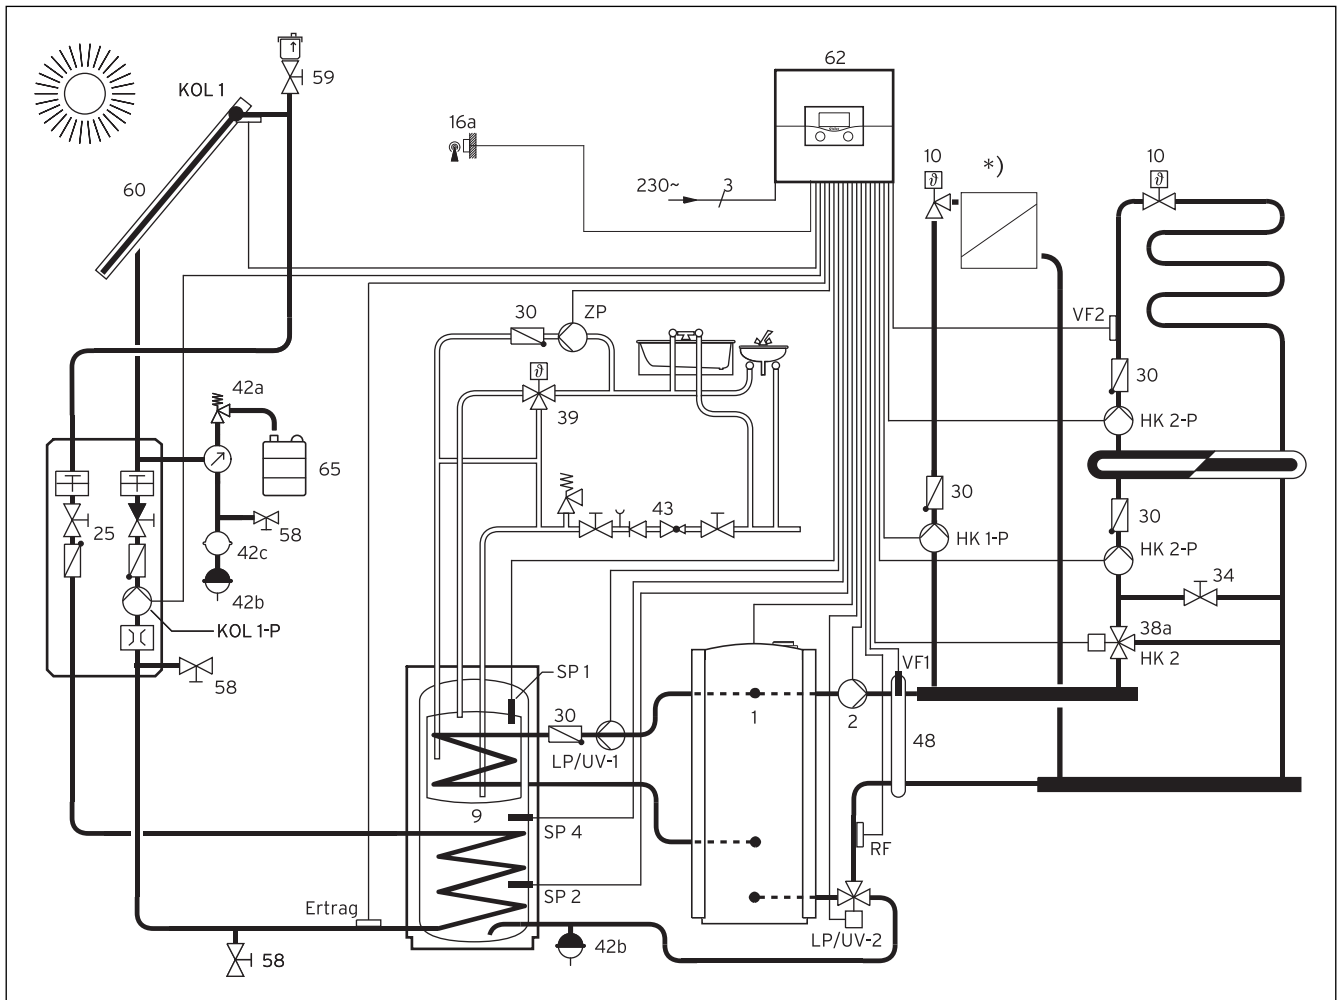

Fig. 3.2 Sistema para calentamiento de apoyo y calentamiento de agua con acumulador combinado con integración regulada de la calefacción y caldera de pie
- Variante 2: Sistema para calentamiento de apoyo y calentamiento de agua con acumulador combinado y caldera de pie (→ **Cap. 3.2, fig. 3.2**)
Si la energía solar no es suficiente, la regulación conecta el calentador mural (→ **Fig. 3.1**, 1) y en las variantes 2 - 4 la caldera (→ **Fig. 3.2 - 3.4**, 1). De esta forma se recalienta el acumulador de agua caliente integrado en el acumulador combinado (9) hasta alcanzar el valor ajustado para la temperatura del agua caliente.
El esquema de instalación de la fig. 3.2 no incluye los dispositivos de seguridad y de bloqueo necesarios para un montaje correcto.